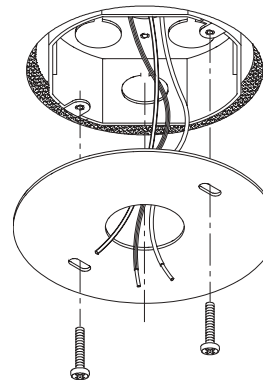

Fig. 2
2. **To install on a drywall ceiling:** (For safety, wiring compartments must be fully covered.) Align the slots in the J-Box cover with the holes in the junction box and feed the supply and ground wires through the center hole. Use the (2) #8 x 1" screws to secure the plate to junction box. **See Figure 2.**
Hold the fixture housing up to outlet box and feed the electrical supply wires through the 7/8" Dia. center hole. **See Figure 2.**
**2. Pour installer sur un panneau de gypse:** (Par mesure de sécurité, tout coffret de câblage électrique doit être complètement fermé.) Couper l'alimentation, aligner les fentes du couvercle de la boîte de jonction aux trous dans la boîte de jonction et passer les fils d'alimentation et de mise à la terre par le trou central. Utiliser les (2) vis de calibre 8 x 1 po pour fixer la plaque à la boîte de jonction. **Voir la figure 2 .**